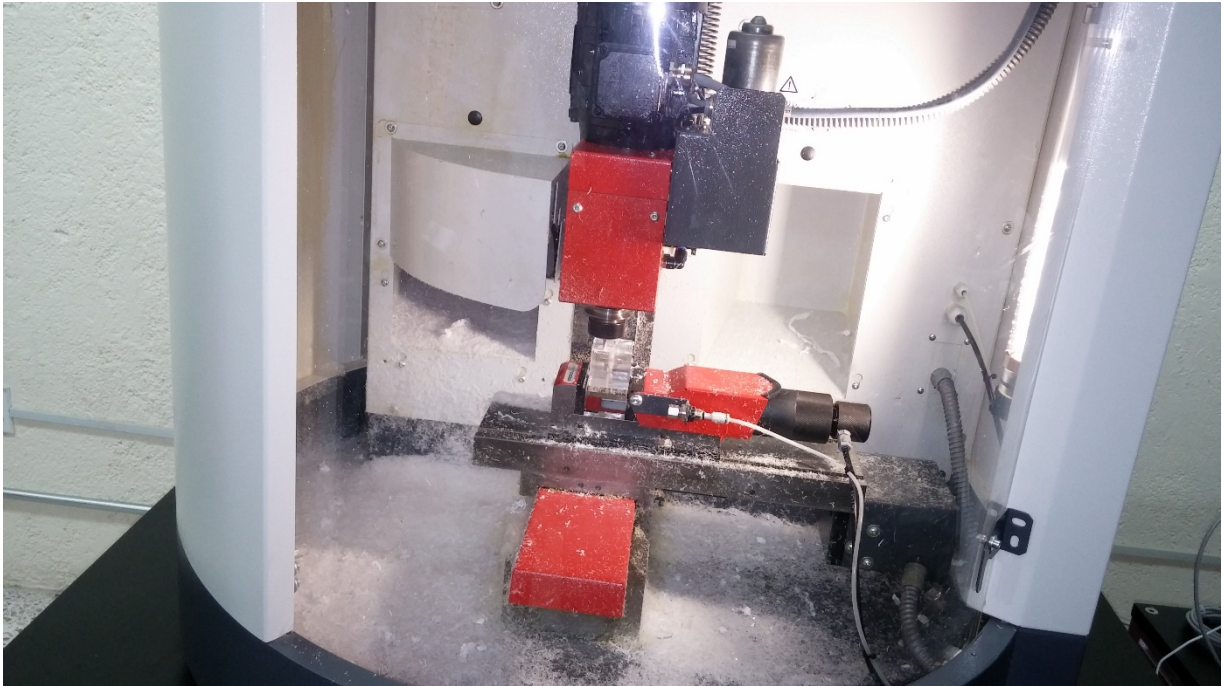

Ilustración 5.26 Freseado del dado
14. Ya teniendo todas las coordenadas calculadas en SolidWorks o a papel (tabla 5.1) se escribe en la pantalla del programa, recuerde que el eje Z es la profundidad que quiere se tenga el freseado. Se recomienda que no sea mayor a 2mm(ilustracion5.26)